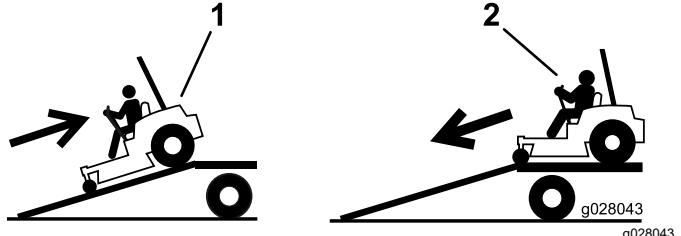

Figura 36
4. Urcai maina pe rampă cu spatele (Figura 36).
2. Coborâi maina de pe rampă cu faa (Figura 36).